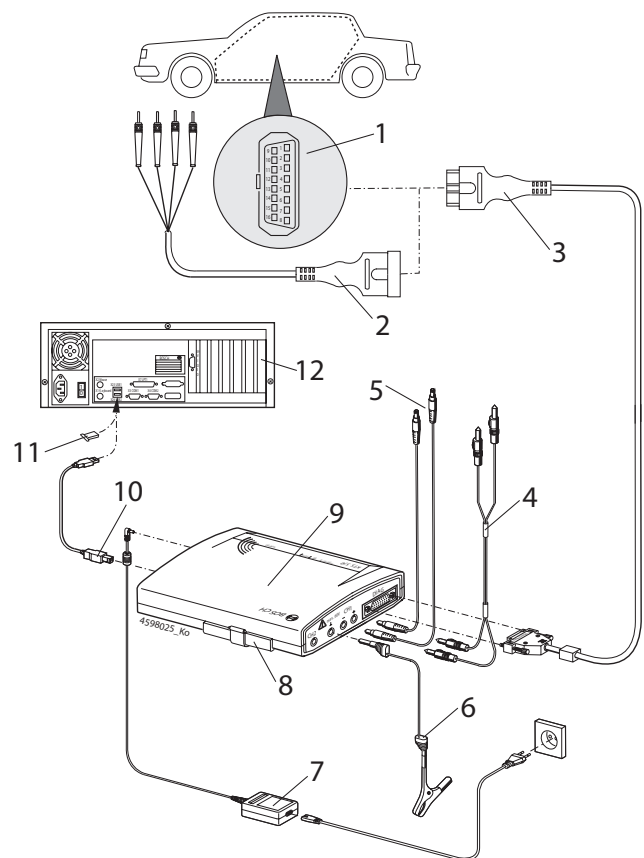

Abb. 3: Anschlussplan am Beispiel des KTS 570
! Die UNI-Anschlussleitung (Fig. 3, Pos. 2) nur für Messungen kleiner 30 Volt verwenden.
- die OBD-Diagnoseleitung (Fig. 3, Pos. 3) oder
- die OBD-Diagnoseleitung und zusätzlich über die UNI-Anschlussleitung (Fig. 3, Pos. 2) oder